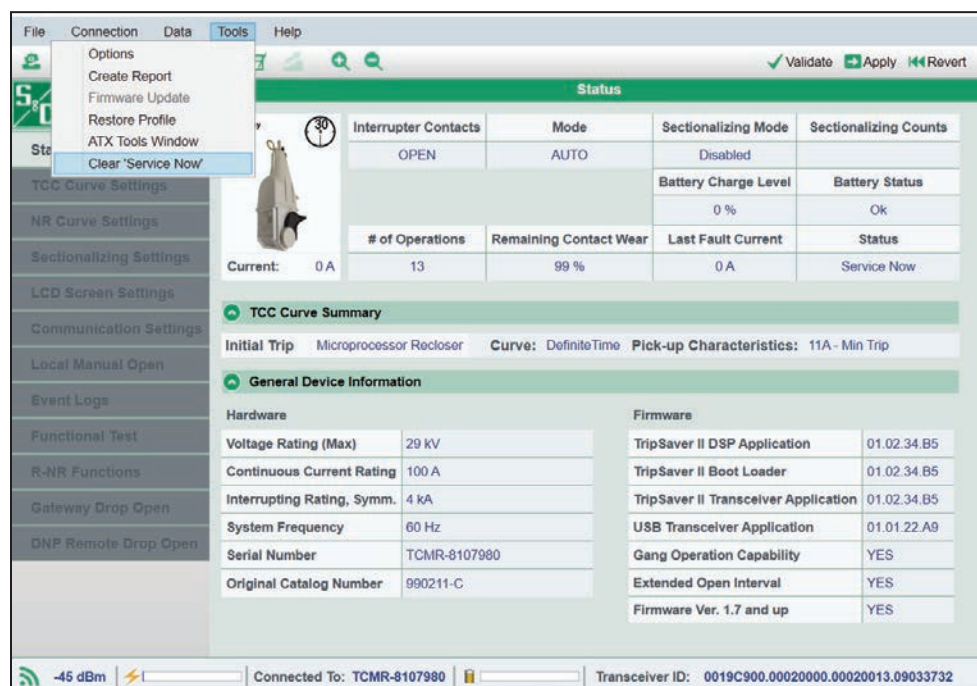

Figura 148. La opción Borrar Servicio Ahora en el menú Herramientas.
PASO 5. En el menú **Herramientas**, haga clic en la opción de menú **Clear 'Service Now'** (Borrar 'Servicio ahora'.) Ver la Figura 148.